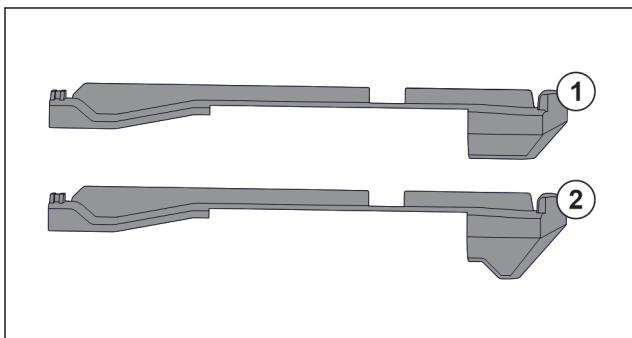

Fig. 78 Comparaison des éléments emboîtables
L'appareil comprend deux éléments emboîtables différents. L'élément emboîtable au-dessus du tiroir inférieur Fig. 78 (2) a un bord triangulaire. Tous les autres éléments emboîtables Fig. 78 (1) ont un bord droit.
- ▶ Poser l'élément emboîtable Fig. 78 (2) avec le bord triangulaire sur le tiroir inférieur.
- ▶ Poser l'élément emboîtable Fig. 78 (1) avec le bord droit à tous les autres endroits.